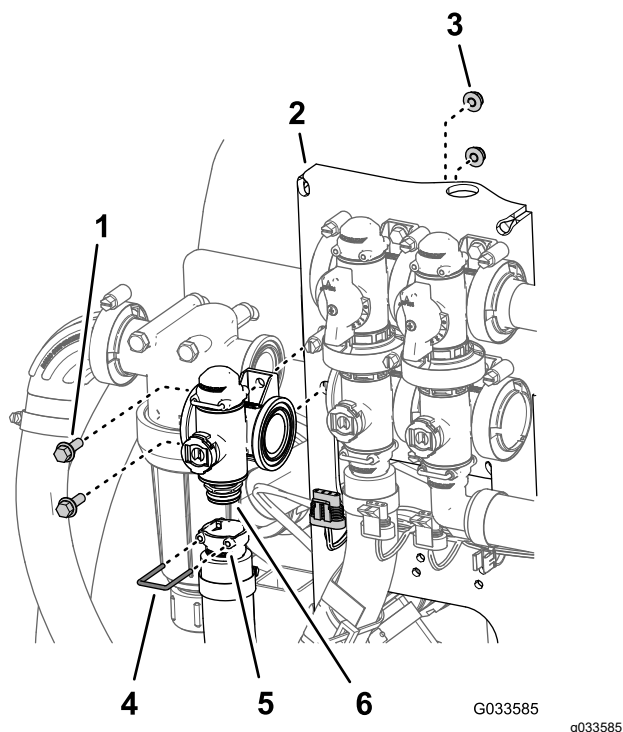

Figure 114
2. Retirez l'étrier qui fixe le raccord de sortie au coupleur du collecteur du régulateur de débit (Figure 114).
- Retirez les 2 boulons à embase ( $\frac{1}{4} \times \frac{3}{4}$  po) et les 2 contre-écrous à embase ( $\frac{1}{4}$  po) qui fixent le régulateur de débit au support, puis déposez le collecteur de la machine (Figure 114).